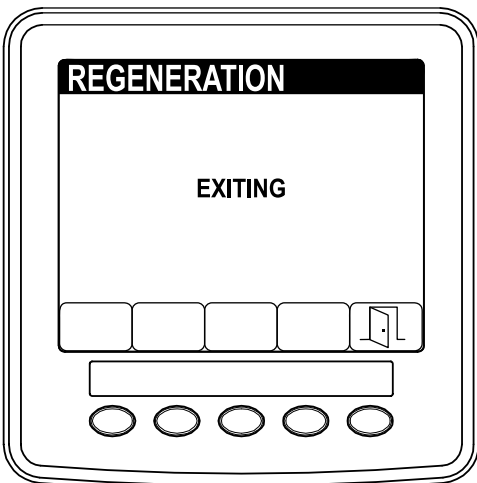

Figura 70
**Nota:** Se premir o botão 5 no decorrer da regeneração, sai do processo de regeneração. No ecrã para SAIR, prima o botão 5 para voltar ao menu de MANUTENÇÃO (Figura 70).